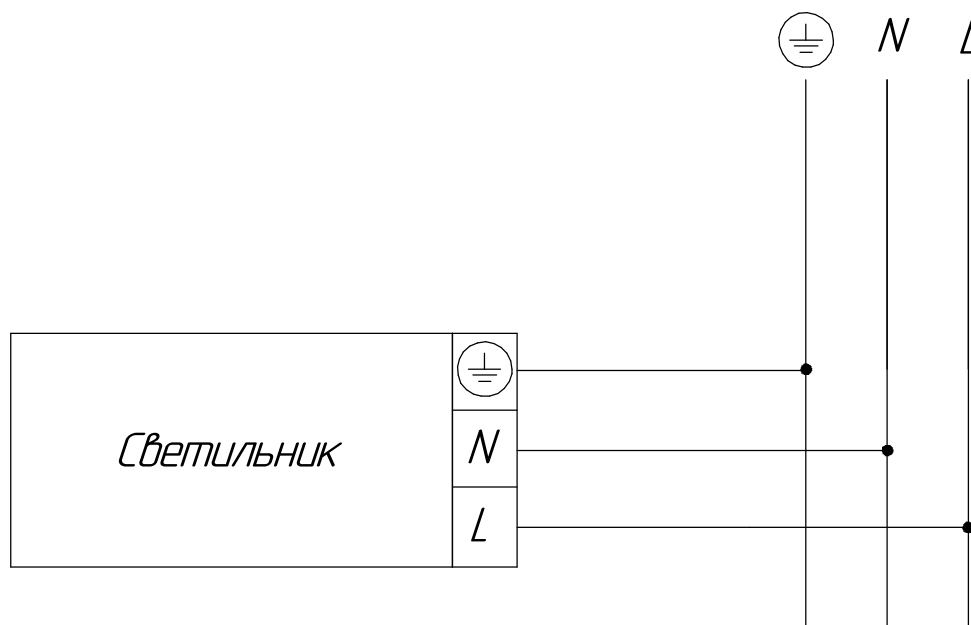

Рисунок 5 - Схема подключения светильника к сети
5.7* Проденьте через заглушку кабель (**в комплект поставки не входит**) и подключите сетевые провода в клеммную колодку, установленную в корпусе источника питания, согласно электрической схеме (см. рисунок 5,6).